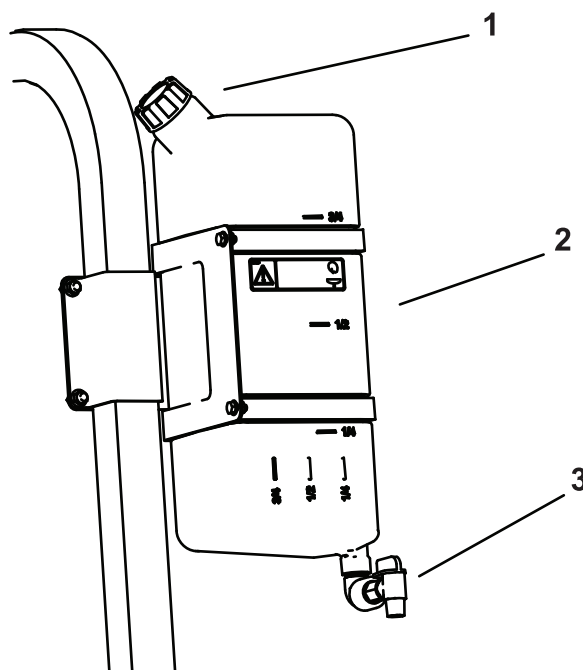

Figure 72
- Pour remplir le réservoir, dévissez le bouchon situé sur le dessus, remplissez-le d'eau douce puis revissez le bouchon en place (Figure 72).
- Pour ouvrir le robinet du réservoir d'eau douce, tournez le levier sur le robinet (Figure 72).